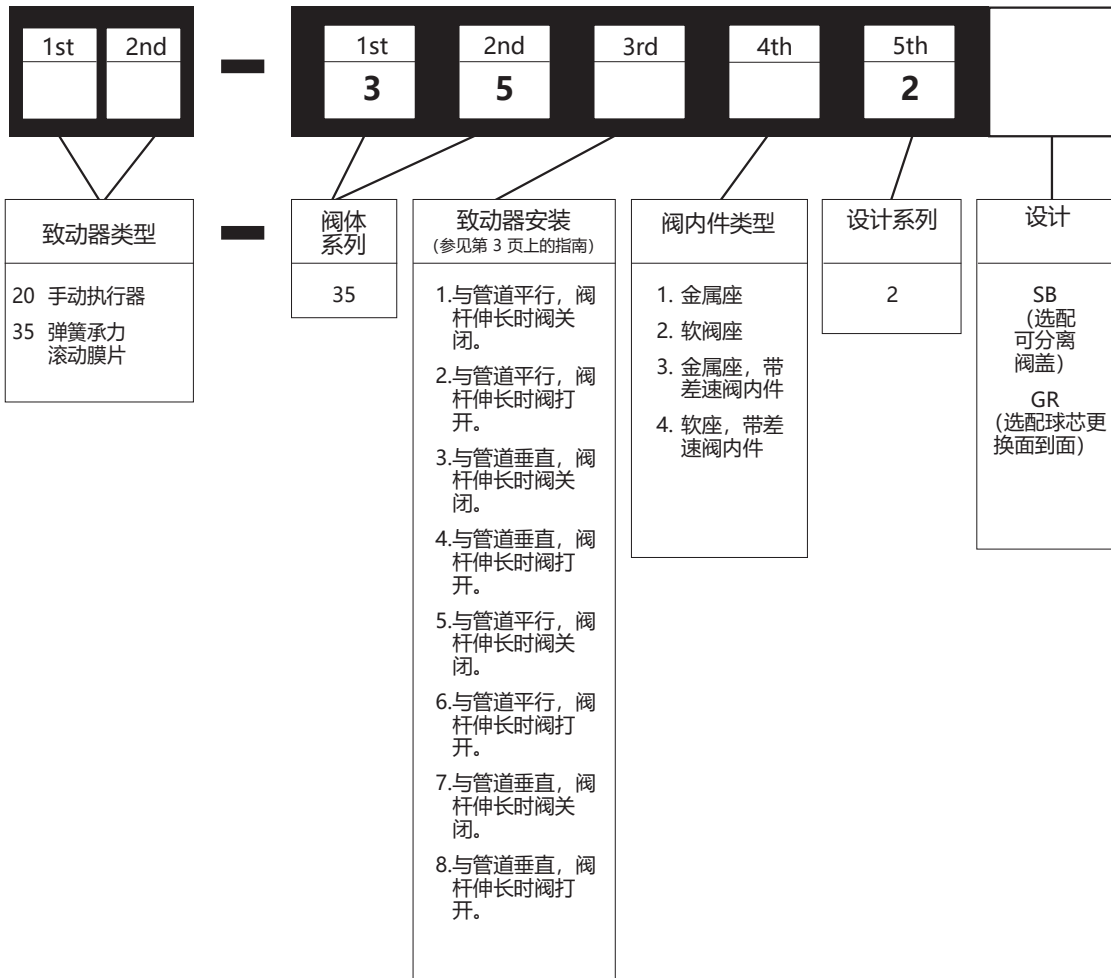

图 1
这些安装和维护说明适用于 1" 至 12" 尺寸 (DN 25 至 300 的尺寸)、所有可用额定值及气动执行器。序列号标牌上显示有阀门的型号、尺寸和额定值。请参考图 1 确定阀门型号。
- 根据图 1 所述的编号系统来检查序列号标牌 (56) 上的型号以确定阀门模式。